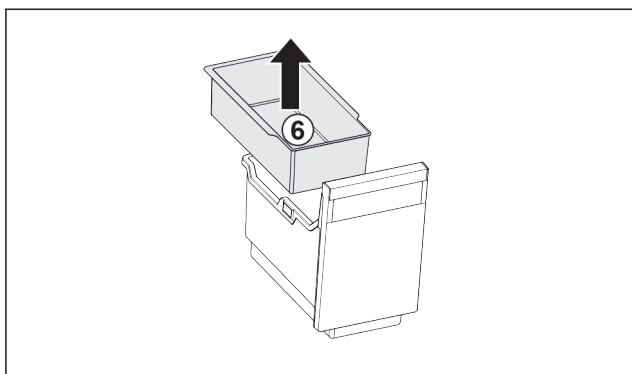

Fig. 118
- ▶ Vyjměte závěsnou misku Fig. 118 (6).